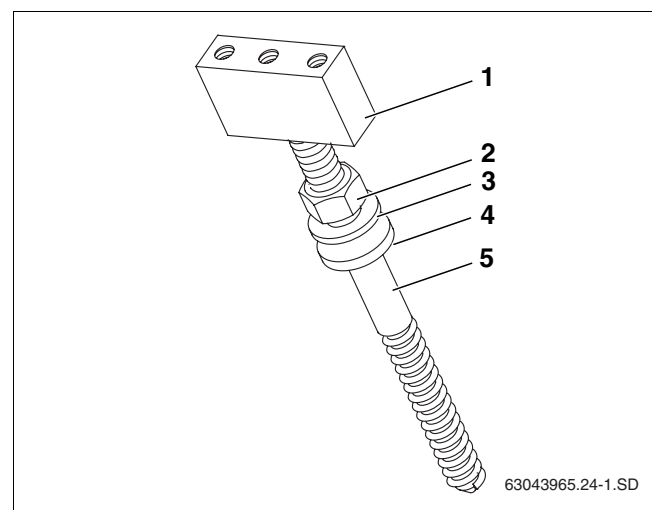

Fig. 23 Ordre de montage de la patte à vis
- Pour le montage des pattes à vis, respecter l'ordre d'assemblage des différents éléments (fig. 23).
- Tourner l'écrou-cage (fig. 23, **pos. 1**) sur la patte à vis jusqu'à la butée (fig. 23, **pos. 5**).